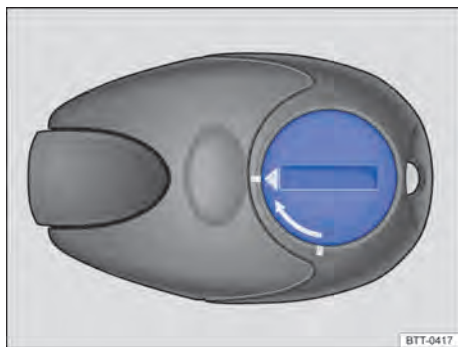

Fig. 101 Aquecimento estacionário: cobertura da bateria do controle remoto.
- Girar a fenda com uma ferramenta obtusa, plana, por exemplo, uma moeda, no sentido contrário ao da seta, até a marcação → Fig. 101.